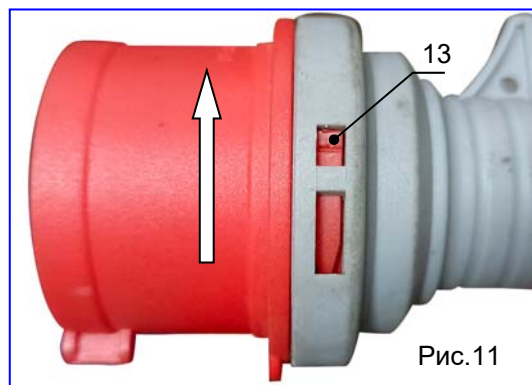

Рис.11
1. Нажмите на пластиковый фиксатор (поз.13, рис.11) вилки и поверните красный корпус в направлении стрелки, тем самым разобрав вилку на две части.